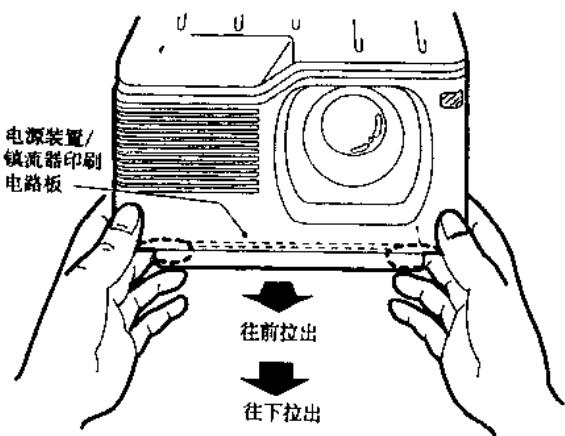

图 1-6(c)
- (2)再按步骤2(4)中拆下的接线器装于前部/顶部机体(如图1-6(a)所示)。
- (3)安装顶部机体,使投影灯侧的构件置于主电路印刷板与风扇导管之下。